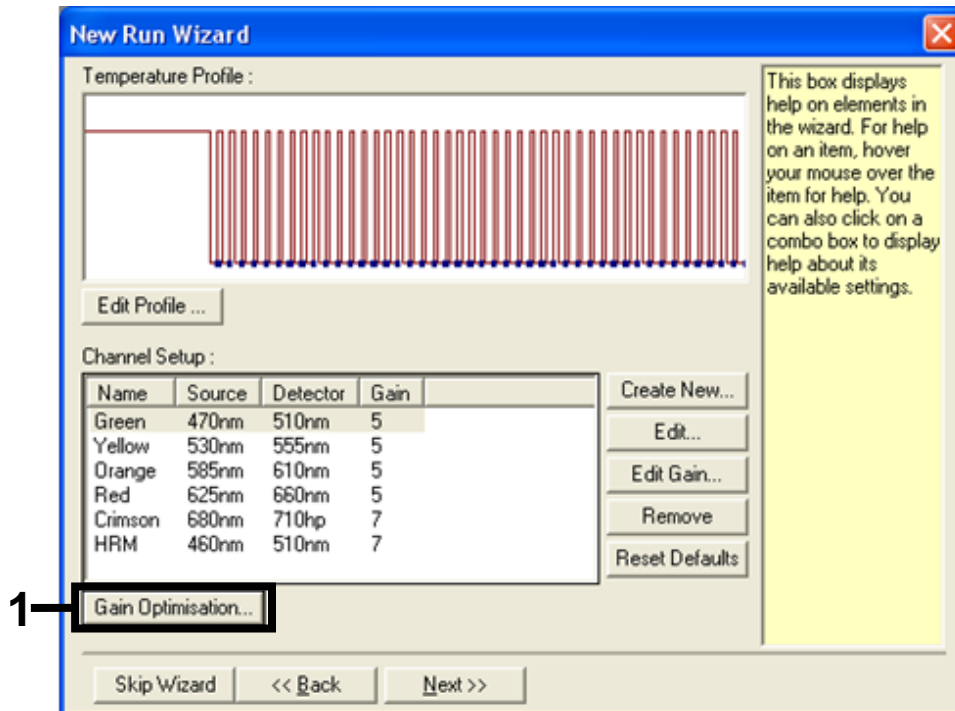

Figure 30. Optimisation de l'augmentation (1).
12. Dans la boîte de dialogue suivante, cliquer sur le bouton « Gain Optimisation » (optimisation de l'augmentation) (figure 30).